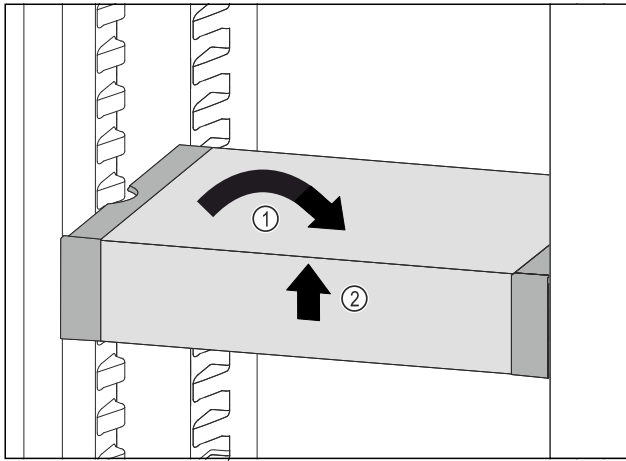

Fig. 115
- ▶ Poziționați drept VarioSafe. Fig. 115 (1)
- ▶ Ridicați în față VarioSafe. Fig. 115 (2)